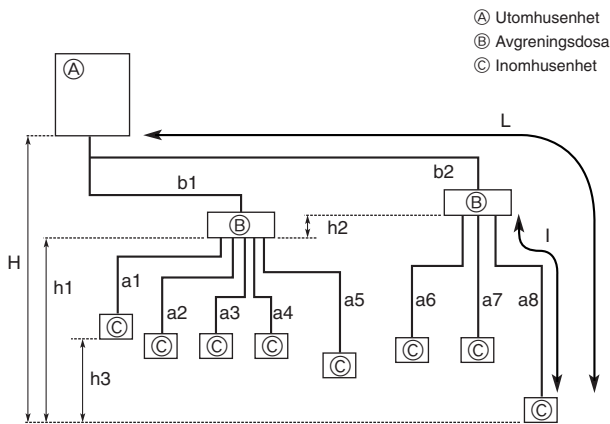

Fig. 5-1
5.2. Rörlängd och höjdskillnad (Fig. 5-1)